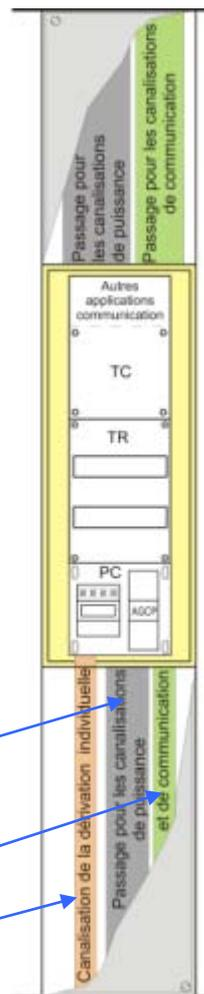

Fig. 9
- Les parties démontables hautes et basses avec une séparation claire des différents circuits (fig. 9).
Les parties hautes et basses doivent être démontables (fig. 9) avec une séparation claire des différents circuits